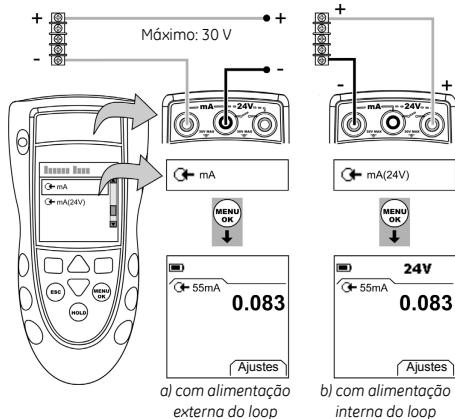

Figura 5: Exemplo de configuração – Medida em mA
- Conecte o instrumento (Figura 5) e, se necessário, ajuste o Conf. (Tabela 1).